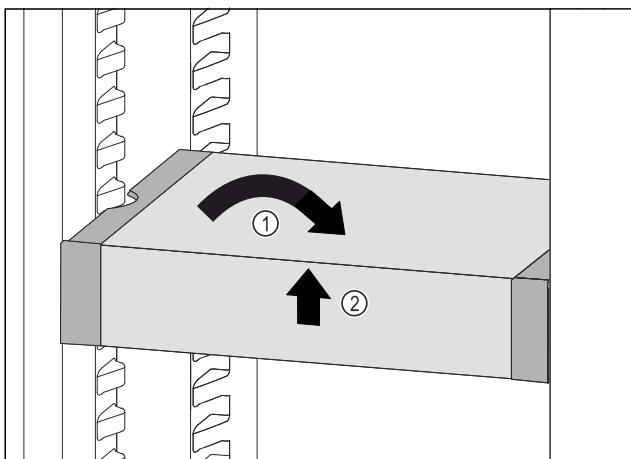

Fig. 85
- ▶ Установите VarioSafe прямо. Fig. 85 (1)
- ▶ Приподнимите VarioSafe спереди. Fig. 85 (2)